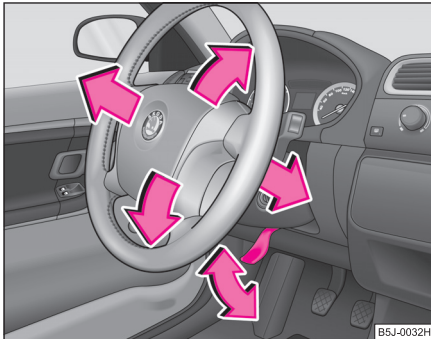

Abb. 111 Verstellbares Lenkrad: Hebel unter der Lenksäule
- Schwenken Sie den Hebel unter der Lenksäule ⇒ Abb. 111 nach unten ⇒ ⚠.